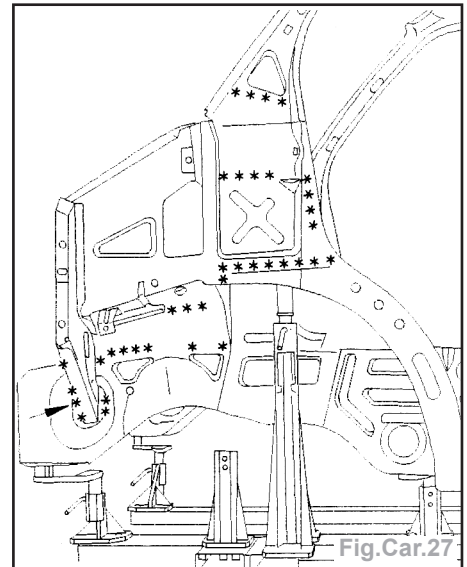

Fig.Car.27
- Dégraffer les lignes de points à l'aide d'une fraise de  $\varnothing$  8mm (Fig.Car.27).